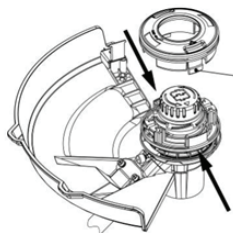

Рис. 18
1. Нажмите кнопку снятия крышки и отсоедините ее от держателя катушки (Рис. 18).